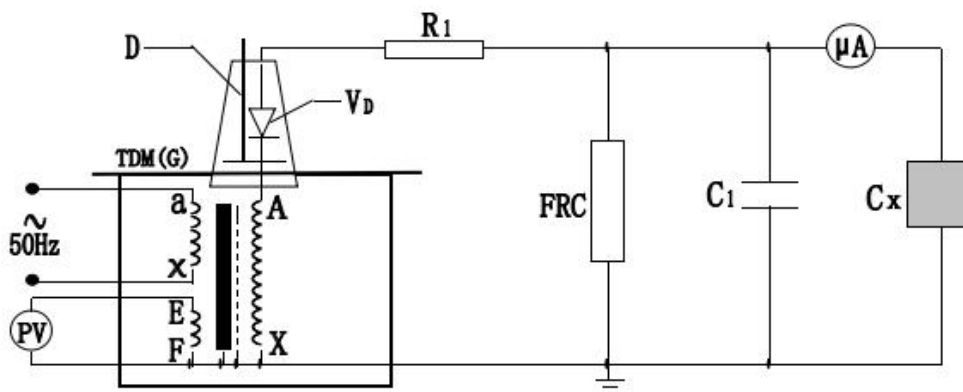

图 7：高压直流泄露试验接线图
(1) 试验人员应做好分工，明确相互间联系方法。并有专门人监护现场安全及观察试品状态。
(2) 被试品应先清扫干净，并绝对干燥，以免损坏被试品和试验带来的误差。
(3) 对于大型试验，一般都应先进行空升试验。即不接试品时升压至试验电压，校对各种表计，调整球间隙。
(4) 升压速度不能太快，并必须防止突然加压。例如调压器不在零位时突然合闸。也不能突然切断电源，一般应在调压器降至零位时拉闸。
(5) 当电压升至试验电压时，开始计时，到 1min 后，迅速降压到 $1/3$ 试验电压以下时，才能拉开电源。
(6) 在升压或耐压试验过程中，如发现下列不正常情况时，应立即降压，切断电源。停止试验并查明原因：①电压表指针摆动很大；②发现绝缘烧焦或冒烟；③被试品内有不正常的声音。
(7) 耐压试验前后应测量绝缘电阻，检查绝缘情况。
b. 本试验变压器在做被试品的直流耐压或泄露试验时接线原理图如图 7。
注：此试验应先抽出短路杆“D”，图 7 中所示。